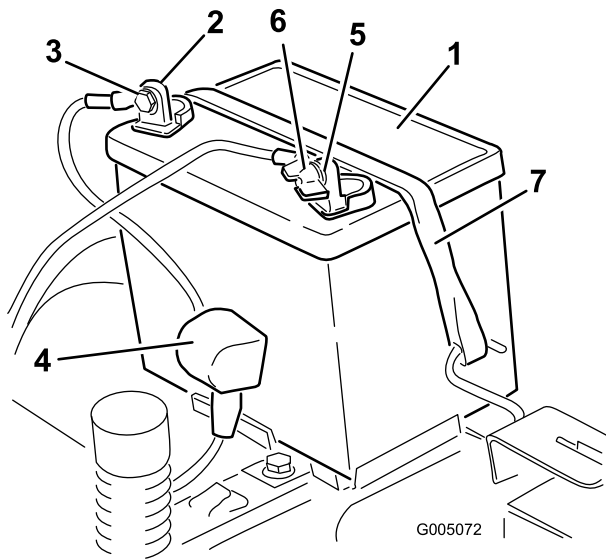

Figura 40
4. Desconecte el cable negativo de tierra (negro) del borne de la batería (Figura 40).
6. Desconecte el cable positivo (rojo) del borne de la batería (Figura 40).
7. Retire la correa de sujeción de la batería y levante la batería para retirarla de su bandeja (Figura 40).
1. Coloque la batería en la bandeja (Figura 40).
5. Fije la batería con la correa de sujeción (Figura 40).